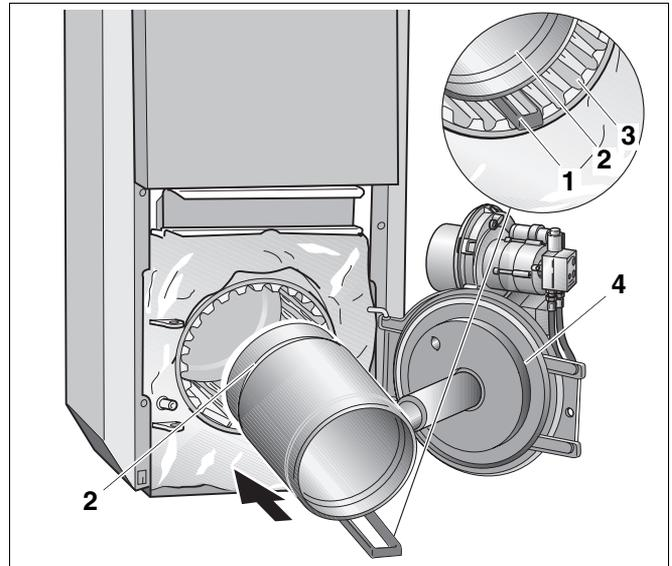

Abb. 46 Flammtopf in Feuerraum einsetzen
- Flammtopf (Abb. 46, **Pos. 2**) so einsetzen, dass der Haltebügel des Flammtopfs (Abb. 46, **Pos. 1**), unten in den Zwischenräumen des Heizflächenprofils (Abb. 46, **Pos. 3**) liegt.
- Flammtopf (Abb. 46, **Pos. 2**) in den Feuerraum einschieben, bis der Haltebügel an dem Heizflächenprofil anschlägt.
- Brennentür (Abb. 46, **Pos. 4**) schließen und mit den beiden Sechskantschrauben verschrauben. Die Sechskantschrauben müssen gleichmäßig angezogen werden (Anzugsmoment 10 bis 15 Nm).
- Flammtopf (Abb. 46, **Pos. 2**, Seite 44) in den Feuerraum einschieben, bis der Haltebügel am Heizflächenprofil anschlägt.